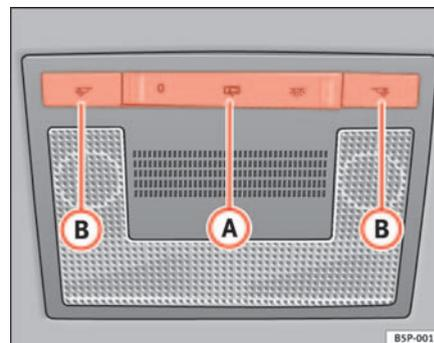

Fig. 81 Revêtement intérieur du toit : plafonnier avant.
La commande ⇒ fig. 81 (A) vous permet de sélectionner les positions suivantes :
Tournez la commande rotative en position 0 ⇒ page 120, fig. 81 .